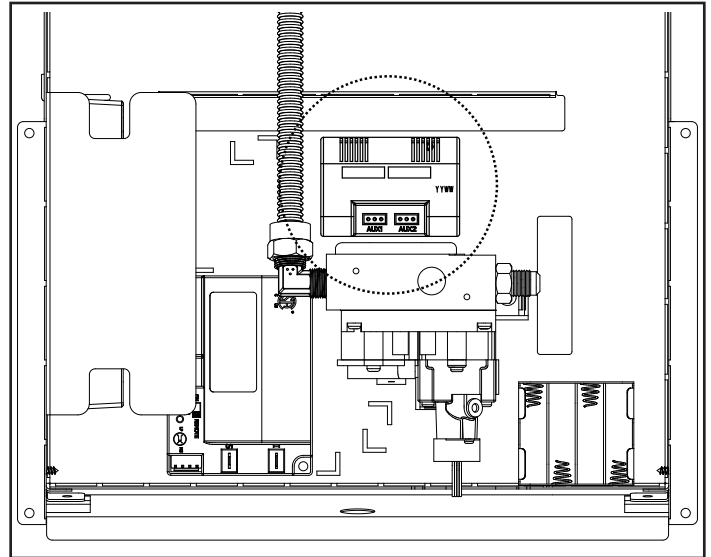

Figure 8.3 Boîte auxiliaire
1. Installez la boîte auxiliaire AUX200/AUX300 dans le poêle. La boîte auxiliaire est prévue pour une installation dans le bac de composants se trouvant directement derrière la vanne de gaz. Voir la Figure 8.3.